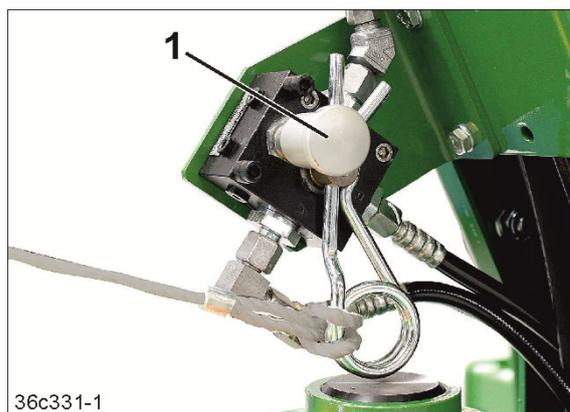

Рис. 131
- 3.1 Включите клапан (Рис. 131/1). Это необходимо для опорожнения гидроаккумулятора.